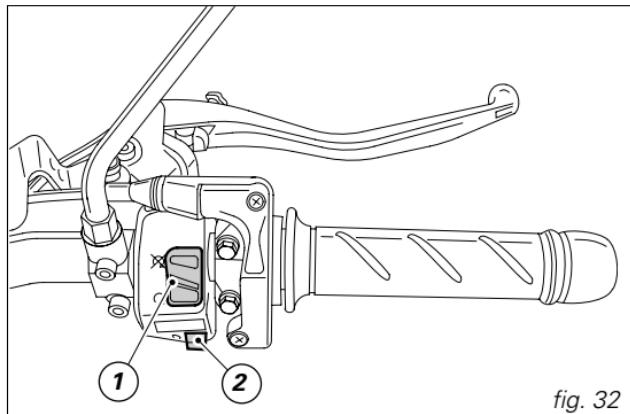

fig. 32
2) Accertarsi che l'interruttore d'arresto (1, fig. 32) sia nella posizione **Ω (RUN)**, premere quindi il pulsante avviamento (2).